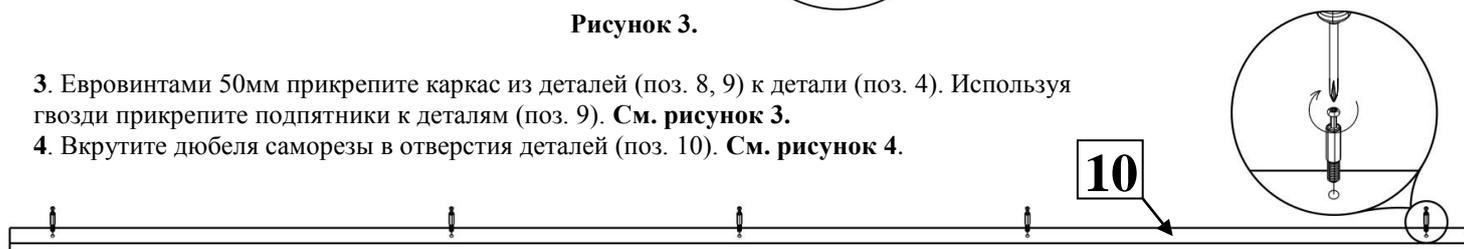

Рисунок 4.
4. Вкрутите дюбеля саморезы в отверстия деталей (поз. 10). См. рисунок 4.